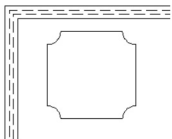
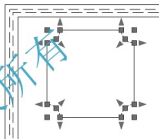
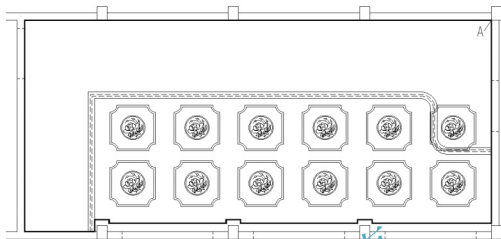

图 4.117 修整四角
图 4.118 观察图形
图 4.121 阵列图形
(5) 启动【修剪】命令，将图形修剪至如图 4.117 所示。
- 如果用三点、两点或相切、相切、半径的方法画圆，可在第②步输入 3P、2P 或 T。如果用圆心直径的方法画圆，可在第③步输入 D。
(6) 在无命令时单击图 4.117 内的图形，如图 4.118 所示，可以看出该图形由 4 个圆弧和 4 条直线共 8 个独立的对象组成。
(7) 选择菜单栏中的【修改】|【对象】|【多段线】命令，启动多段线编辑命令。
① 在选择多段线或 [多条(M)]：提示下，选择如图 4.118 中的任意一个 1/4 圆弧。
② 在选定的对象不是多段线，是否将其转换为多段线？<Y>：提示下，按 Enter 键执行尖括号内的默认值“Y(即 Yes)”。
③ 在输入选项 [闭合(C)/合并(J)/宽度(W)/编辑顶点(E)/拟合(F)/样条曲线(S)/非曲线化(D)/线型生成(L)/放弃(U)]：提示下，输入“J”后按 Enter 键。
④ 在选择对象：提示下，选择 4 条直线和另外 3 个 1/4 圆弧。
⑤ 按 Enter 键结束命令。
(10) 启动【阵列】命令，打开【阵列】对话框，设置为 2 行、6 列、行偏移-1650、列偏移 1900，选择图 4.118 所示的图形，结果如图 4.121 所示。
(11) 将图 4.121 中右上角多余的顶棚造型删除。
- (1) 当前层仍为【顶棚装饰】图层，打开【正交】、【对象捕捉】和【对象追踪】功能。
- (2) 单击【绘图】工具栏上的【圆】图标  或在命令行输入“C”并按 Enter 键，启动【圆】命令。
① 在_circle 指定圆的圆心或 [三点(3P)/两点(2P)/切点、切点、半径(T)]：提示下，捕捉如图 4.121 所示的 A 处，不单击，将光标水平向左慢慢拖动，拖出虚线后，输入圆心到 A 点的距离“925”并按 Enter 键。